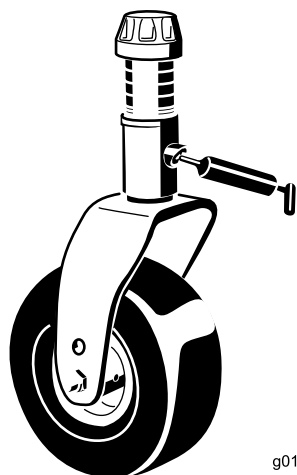

Figure 40
- Bagues d'axe de fourche de roue pivotante (2) (Figure 40)